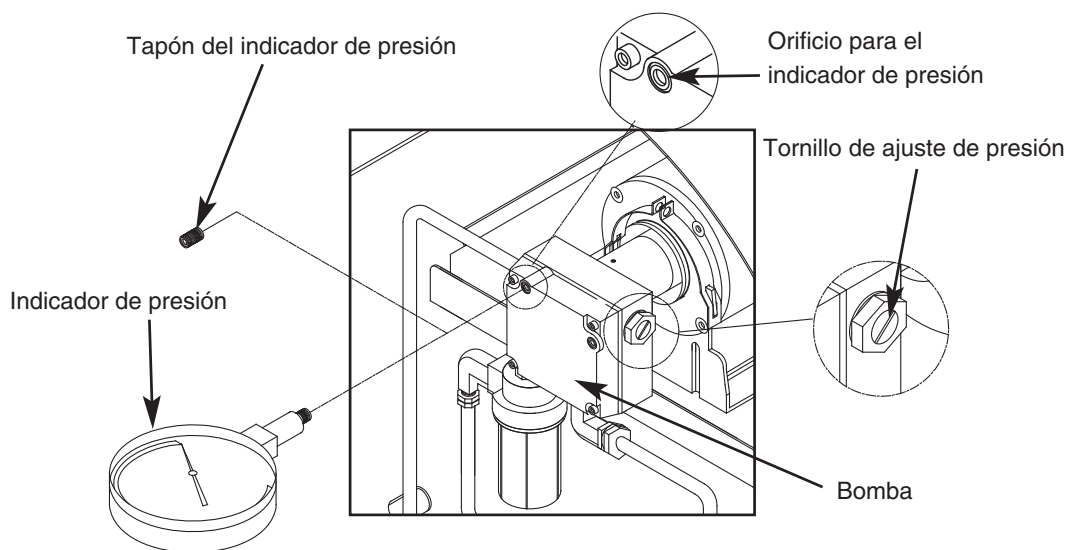

Figura 15. Ajuste de la Presión de la Bomba
- Instale un indicador de presión auxiliar en el orificio para el indicador de presión (consulte la Figura 15).